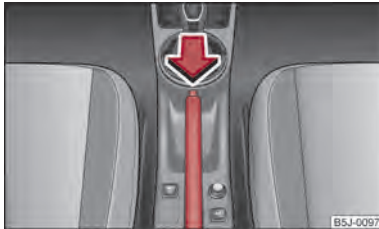

Abb. 84 Mittelkonsole: Handbremse
- Ziehen Sie den Handbremshebel etwas hoch und drücken Sie **gleichzeitig** den Sperrknopf ⇒ Abb. 84 hinein.